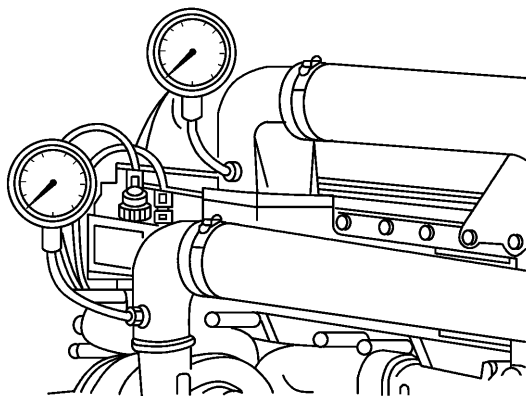

图 6-29 中冷器压差测试
(3) 压差测试 (图 6-29) 将水银压力计的一端接到涡轮增压器压缩机出口弯管的接头上。将水银压力计的另一端接到进气歧管上，让发动机以额定转速和额定负载运转，记录压力计的读数。如果压差大于 20kPa (152mmHg, 6inHg)，检查空-空中冷器和相应的管路是否堵塞。如有必要，进行清洁或更换。